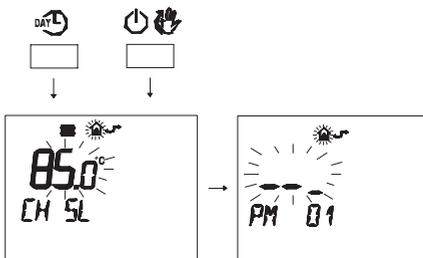

Рис. 5.68
- Нажмите одновременно кнопки **DAY** и **ON/OFF**, чтобы войти в поле ввода настроек (Рис. 5.68).